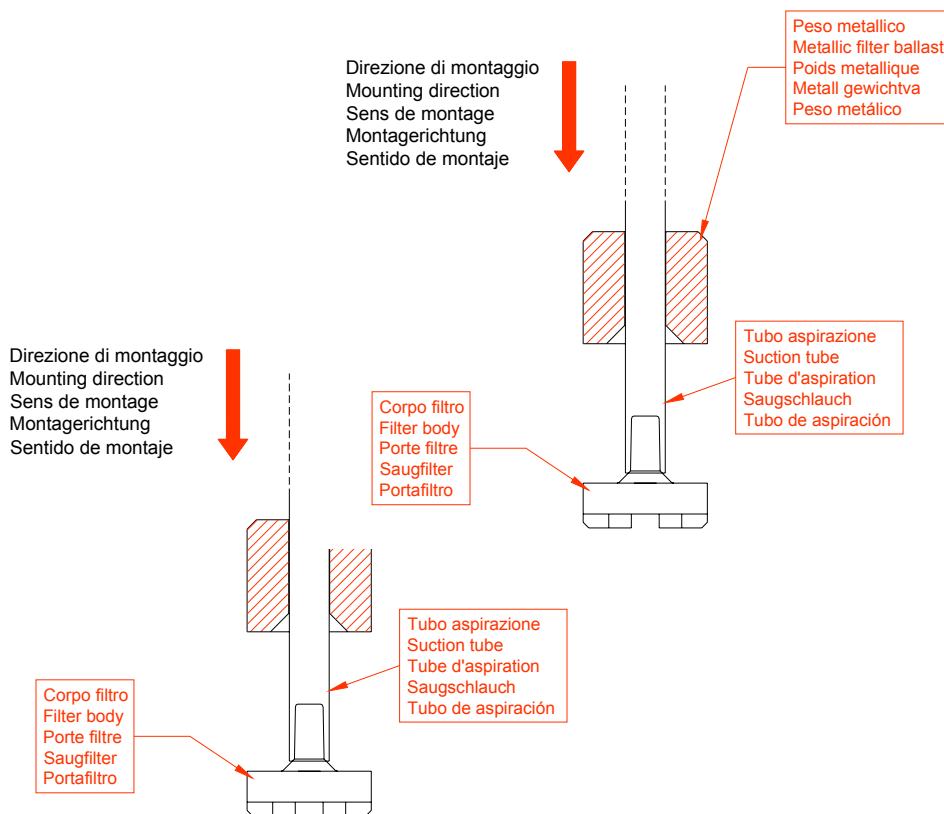

Abb. 4
- In Abb. 4 sind die einzelnen Montageschritte für die Teile aufgeführt, aus denen sich der Ansaugfilter zusammensetzt.